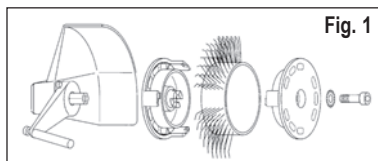
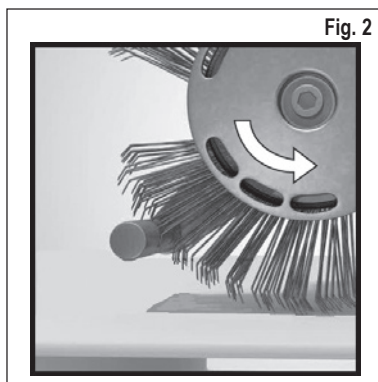

Fig. 1
Fig. 2
3. Interrumpa el suministro de aire comprimido y, a continuación, sujete correctamente la cinta **MBX® Bristle Blaster®** de 23 mm, o bien, de 11 mm con el correspondiente sistema receptor (observe la dirección de marcha) y la arandela de freno dentellado prevista para tal fin y el tornillo en la herramienta. Véase Fig. 1 y Fig. 2
- ¿Está marchando la cinta **MBX**® en el sentido opuesto al correcto? – Alinee la cinta de tal manera que marche en la dirección prescrita (véase Capítulo 7, Puesta en funcionamiento, Fig. 2).